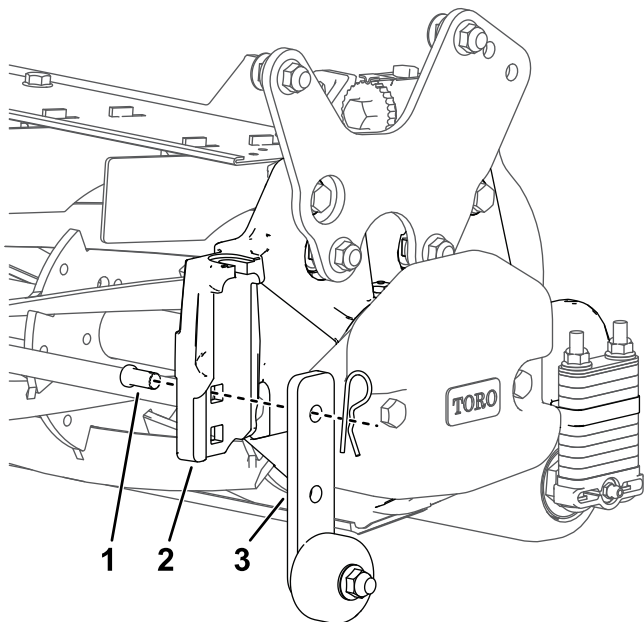

Bild 17
- Senken Sie die Halterungen der Transportrollen ab, bevor Sie die Schneideinheit auf den Werkstattboden absenken oder von der Zugmaschine abnehmen (Bild 17).